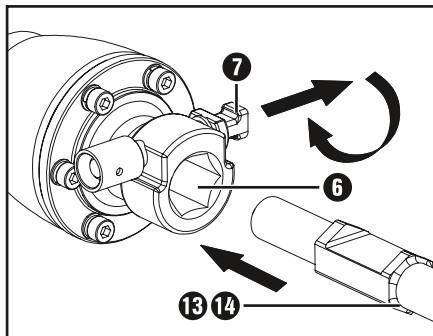

Abb. 2
- ◆ Setzen Sie den Meißel **13** / **14** mit der Einfassung in Richtung des Verriegelungsbolzens **7** ein. (siehe Abb. 2)